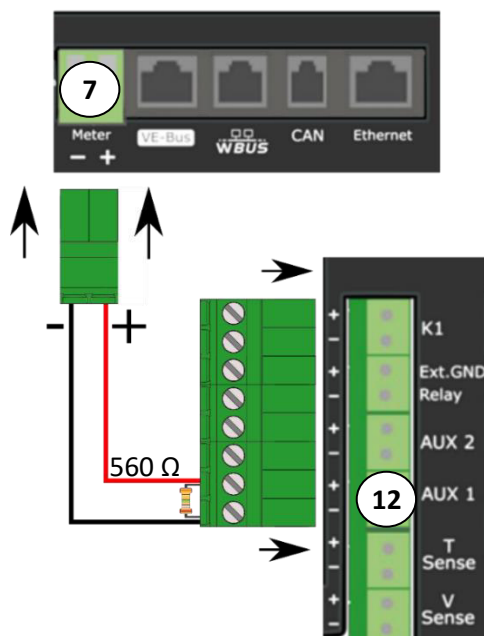

Fig.16 - Cablaggio elettrico per l'attivazione del contatto per il massimo autoconsumo
Inoltre, è necessario effettuare un collegamento elettrico, come in Fig.16 tra la porta Meter ⑦ e la morsettiera ⑫, utilizzando un cavetto a due poli e rispettando la polarità indicata nello schema.